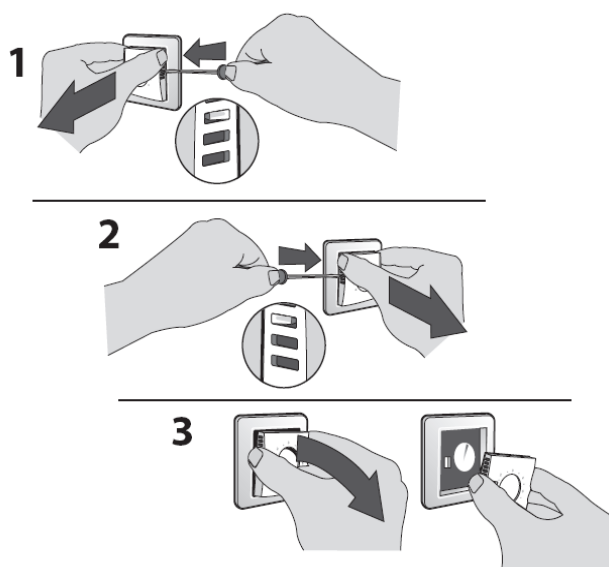

Рис. 2. Снятие передней панели терморегулятора.
2. Для установки терморегулятора серии **devireg™ 53X** нужно снять его переднюю панель. Для этого при помощи плоской отвертки осторожно нажмите на пружинящие защелки, находящиеся в решетках охлаждения. Сначала по бокам регулятора – третье снизу отверстие решетки, а затем снизу регулятора – две защелки в четвертом отверстии с каждого края, как показано на рис. 2.